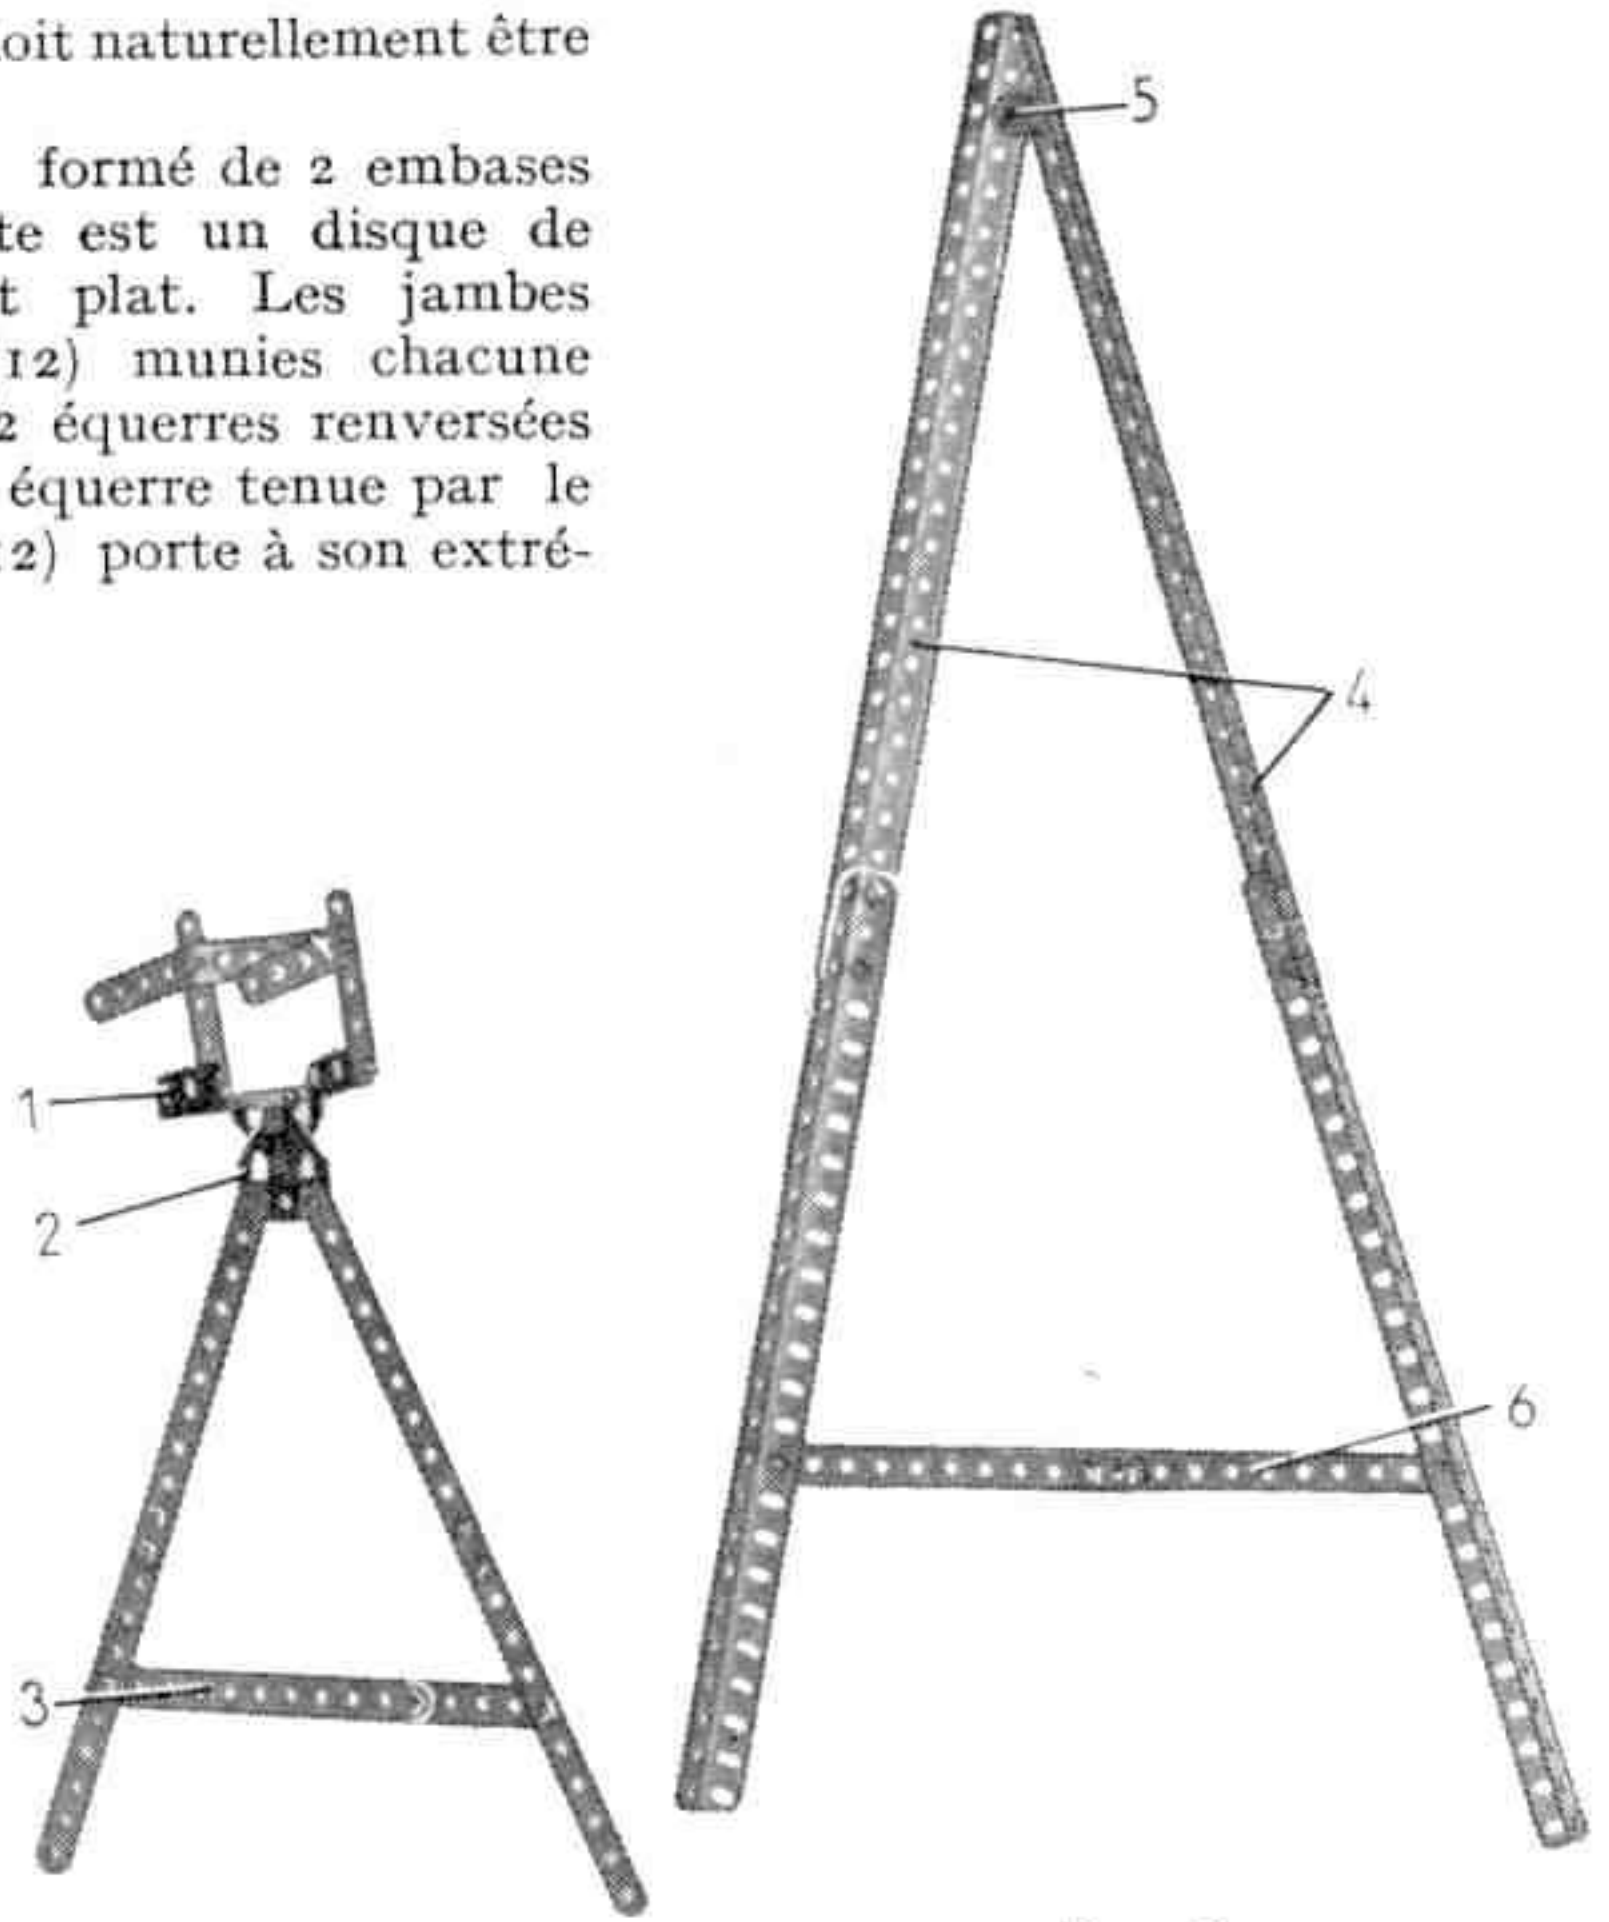

Fig. 2.
Le plus petit des pylônes (fig. 2) possède une plate-forme constituée par une plaque à rebord de  $6 \times 4$  cm. (1). Le garde-fou est constitué par 4 bandes de 5 trous et une bande coudée de  $60 \times 12$  mm. La plaque (1) est portée par une embase triangulée coudée boulonnée sur une embase triangulée plate (2). Chaque montant du pylône est fait de deux bandes de 11 trous qui se chevauchent sur 2 trous. L'extrémité supérieure des montants est fixée à l'embase triangulée (2) et ils sont réunis à leur partie inférieure par une bande (3). La bande (3) est formée d'une bande de 11 trous et d'une de 5 fixées bout à bout.